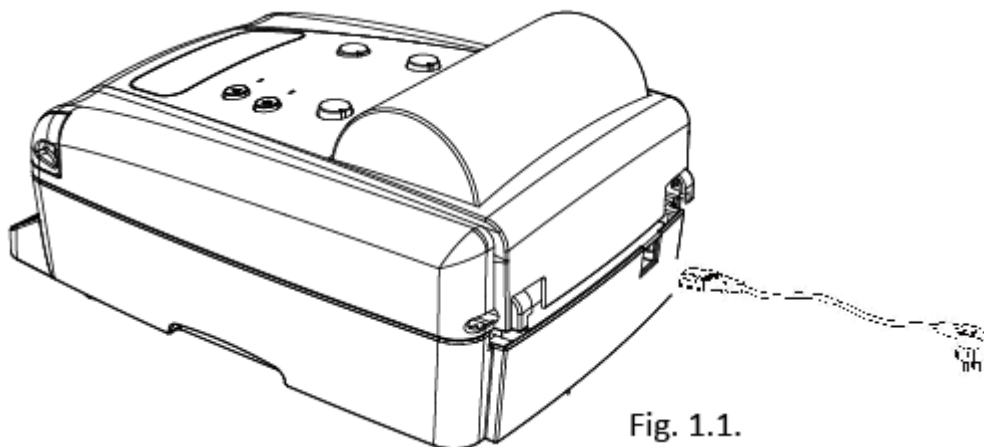

Fig. 1.1.
1.1 Zapojení do sítě (Fig.1.1)